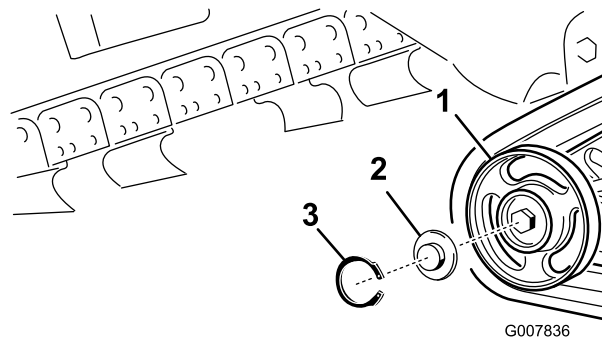

Figure 50
2. Déposez le circlip et le chapeau d'un galet de roulement (Figure 50).
3. Vérifiez la graisse sous le chapeau et autour du joint (Figure 50). Si elle est encrassée, granuleuse ou en quantité insuffisante, enlevez toute la graisse, remplacez le joint et ajoutez de la graisse neuve.
5. Placez le chapeau de galet de roulement sur la tête du boulon (Figure 50).
6. Fixez le chapeau avec le circlip (Figure 50).